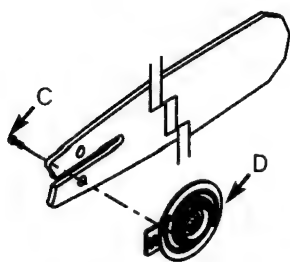

Fig. 19
5. Enlevez l'écrou (C) de la plaque de tension (D) pour la détacher de l'ancien guide et l'attacher au nouveau. (Fig. 19)